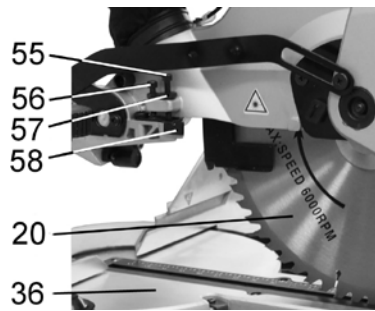

Рис. 10
Винт (56), Рис.10, ограничивает максимальное опускание пильного диска (20). Для регулировки максимальной глубины опускания пильного диска (20) ослабьте контргайку винта (56), Рис.10. Отрегулируйте и зафиксируйте контргайкой положение винта (56), Рис.10. Ограничение глубины пропила регулируется положением винта (55), Рис.10. Для того, чтобы винт (55) ограничивал опускание пильного диска (20) на требуемую глубину пиления, необходимо переместить упор (58).